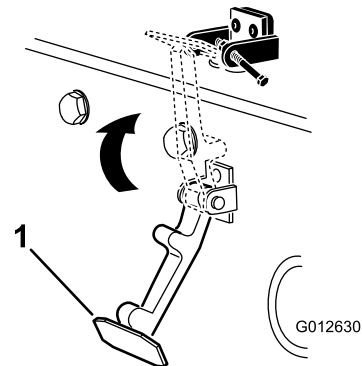

Figure 9
7. Accrochez le loquet du capot sur son support (Figure 9).